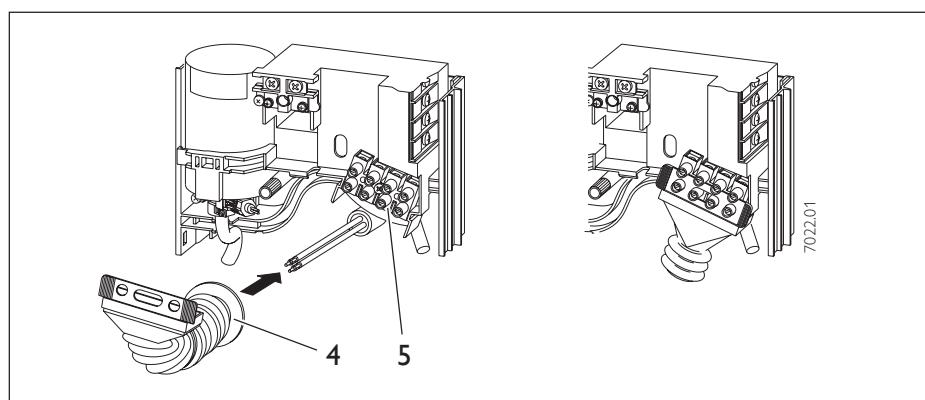

Abb. 19 / Fig. 19 / Afb. 19
Das Gerät ist im Anlieferungszustand für Elektroanschluß im unteren Gerätebereich vorbereitet (Abb. 19).
- Anschlußleitung entsprechend Abb. 16 an die Klemmleiste (Abb. 19, Pos. 5) anschließen.
The unit as delivered is prepared for electrical connection in the lower section of the unit (Fig. 19).
- The cable sleeve supplied (item 4) must be used to protect against water ingress!
- Connect the power lead to the terminal strip (Fig. 19, item 5) as per Fig. 16.
L'appareil est livré en vue d'un raccordement électrique en partie basse (fig. 19).
- Le passe-fil en caoutchouc fourni (pos. 4) doit être utilisé de sorte à protéger le câble contre les infiltrations d'eau!
- Raccorder le câble au bornier (fig. 19, pos. 5) comme indiqué à la figure 16.